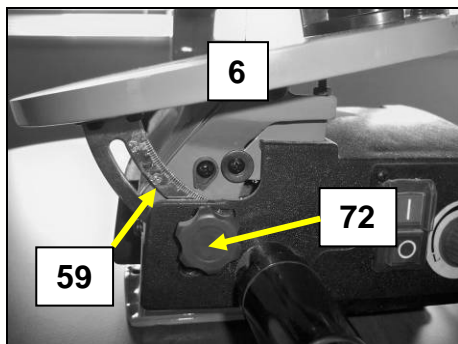

Fig 19
- Desserrez la vis moletée (72), inclinez la table (6) à l'angle voulu en vous aidant de la graduation (59), puis resserrez la vis moletée (72) (Voir Fig 19).